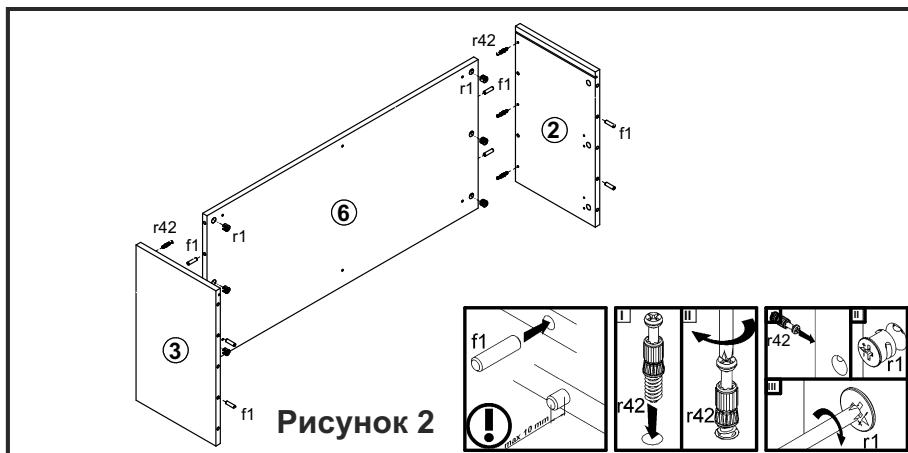

Рисунок 2
2. В отверстия $\varnothing 8$ мм на нижних и верхних кромках стенок боковых **2, 3**, на боковых кромках полки соединительной **6** вбить деревянные шканты **f1** (см. рис. 2).